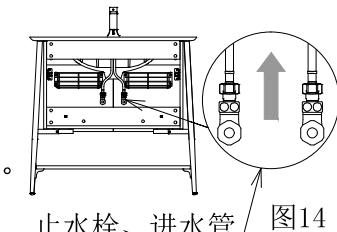

图14
- ①安装时止水栓、进水管不能同柜体干涉。
- ②如图14所示，止水栓的水嘴软管接口朝上。